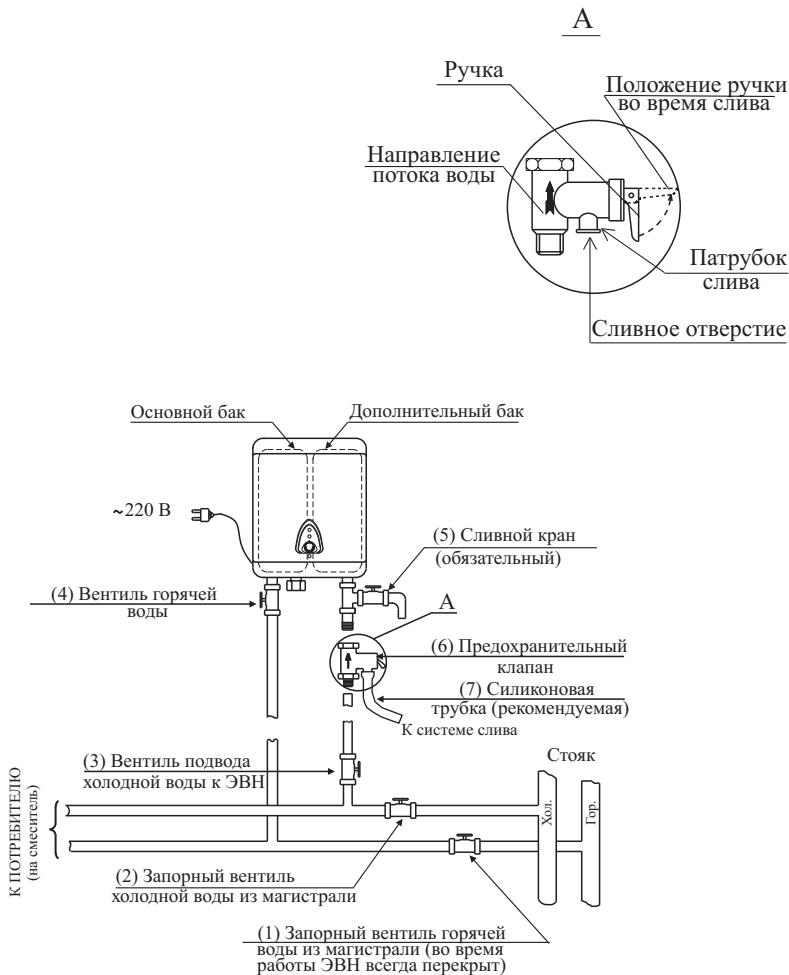

Рисунок 4 - Схема подключения ЭВН к водопроводной сети
- Внутренняя емкость для воды выполнена в виде двух объединенных между собой баков (см. рисунок 4):
- Заполните ЭВН водой. Для этого перекройте запорный вентиль горячей воды из магистрали (1), закройте сливной кран (5), откройте запорный вентиль холодной воды из магистрали (2), вентиль подвода холодной воды к ЭВН (3), вентиль горячей воды (4) и кран горячей воды на смесителе. ЭВН заполнен, когда из крана горячей воды на смесителе начнет вытекать, с полным напором, вода. Закрыть кран горячей воды на смесителе (см. рисунок 4).
- При необходимости полного слива воды из ЭВН (например, при профилактике) надо отключить ЭВН от электрической сети, перекрыть вентиль подвода холодной воды к ЭВН (3), вентиль горячей воды (4) должен быть открытый, открыть кран горячей воды на смесителе и сливной кран (5), через который и слить воду (см. рисунок 4).